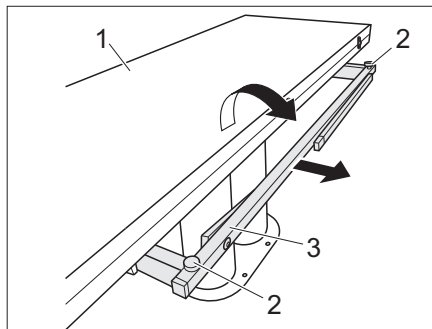

Fig. 112 Allungare il tavolo
- Estrarre la sottostruttura del tavolo (Fig. 112,3).
- Aprire la metà del tavolo (Fig. 112,1).
- Regolare il piano del tavolo all'altezza desiderata utilizzando le due viti di regolazione (Fig. 112,2).